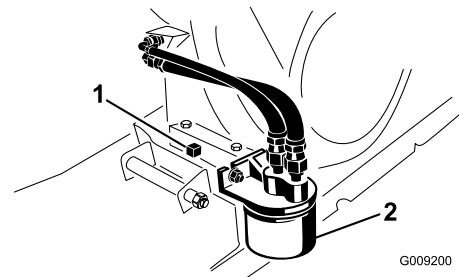

Bild 29
5. Entfernen Sie die Ablassschraube (Bild 29) und lassen Sie das Öl in die Auffangwanne ab. Schrauben Sie die Ablassschraube wieder ein, nachdem das Öl abgelaufen ist.
2. Entfernen Sie den vorhandenen ÖlfILTER (Bild 29).